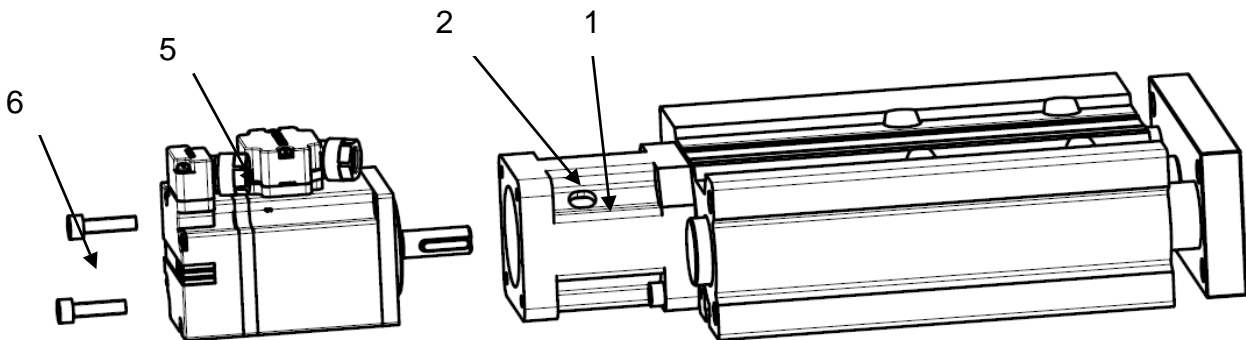

Рисунок 6 – Установка двигателя
3) установить двигатель (поз. 5) при помощи винтов (поз. 6) (см. рисунок 6). Затянуть муфту редуктора через отверстие (поз. 2);